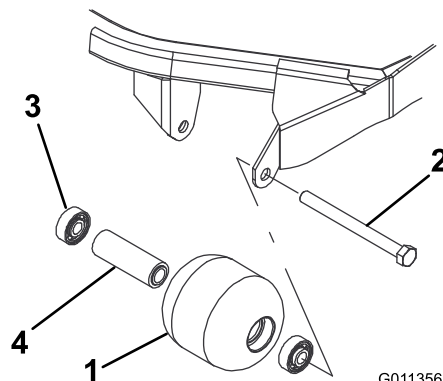

图 81
1. 卸下滚筒安装螺栓图 81。
4. 检查滚筒壳体、轴承以及轴承隔片是否受损图 81。更换并组装任何受损的组件。
1. 将第一个轴承按入滚筒壳体图 81。仅按住外座圈或同时按住内、外座圈。
2. 插入隔片图 81。
3. 将第二个轴承按入滚筒壳体图 81。同时按住内、外座圈直至内座圈接触到隔片。